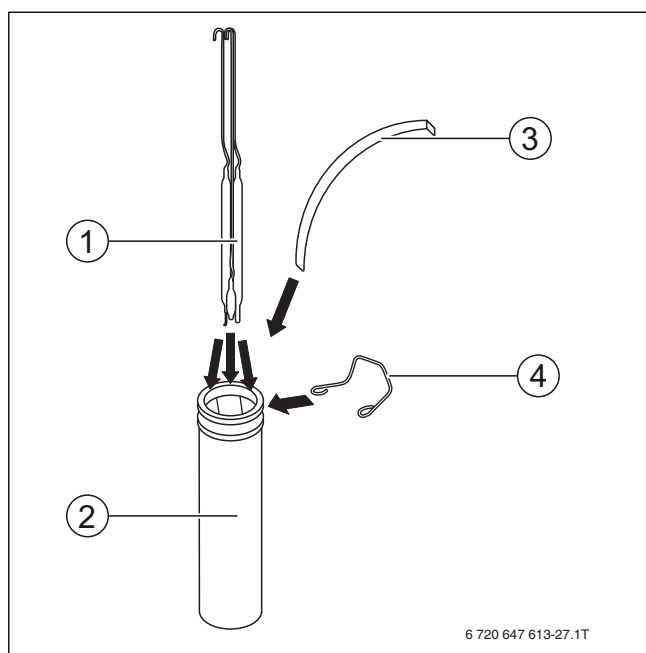

Fig. 23 Introduceți senzorul de temperatură în teaca de imersie
- Împingeți senzorul de temperatură (→ Fig. 23, [1]) până la fundul tecii de imersie (→ Fig. 23, [2]).
- Presați senzorul de temperatură cu ajutorul unui resort de compensare (→ Fig. 23, [3]) de peretele tecii de imersie.
- Fixați senzorul de temperatură cu ajutorul arcului de susținere (→ Fig. 23, [4]).